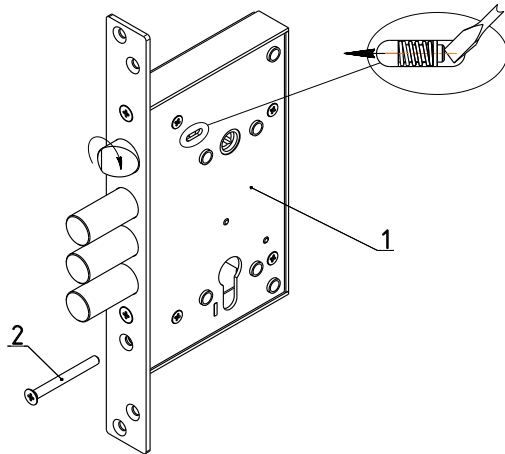

Рис.1
Комплектность замка приведена в таблице и показана на рис. 1.
4.2. Установить, при необходимости, защелку в соответствующее положение для правой или левой двери путем ее выдвигения из корпуса отверткой через паз в крышке замка и разворота на 180° вокруг своей оси (см. рис. 1).